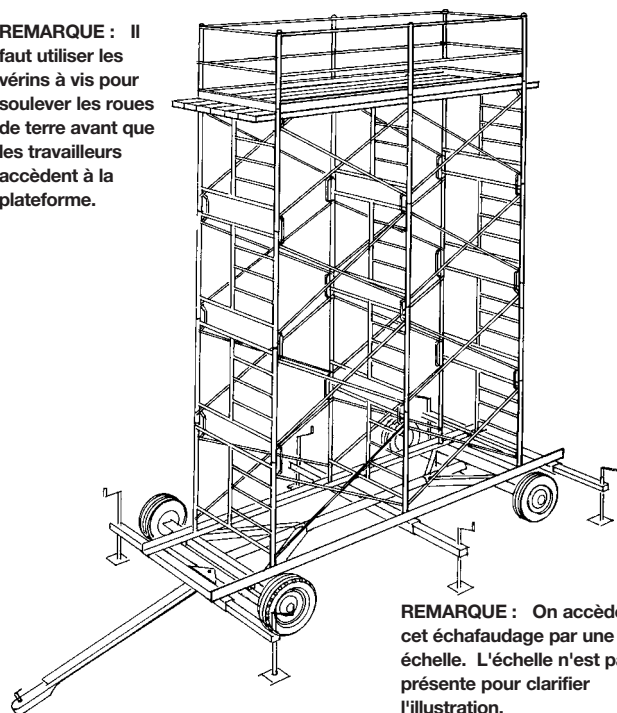

Figure 4.4
- **Type à roues.** On utilise fréquemment les échafaudages érigés sur des roues ou tout autre dispositif muni de pneus pour installer le bardage en tôle sur les bâtiments industriels. Pour utiliser un tel échafaudage de façon sûre et efficace, le sol autour du bâtiment doit être bien compacté et relativement lisse et à niveau. Ce type d'échafaudage doit également être muni de stabilisateurs à vérin de stabilité (figure 4.4). Il est aussi limité par le rapport hauteur-largeur 3 pour 1; il ne peut donc pas dépasser une hauteur de 7,5 m (25 pi). L'échafaudage doit toujours reposer sur ses vérins de stabilité lorsque des travailleurs se trouvent sur la plateforme. Il ne faut jamais utiliser l'échafaudage lorsqu'il repose simplement sur ses pneus.